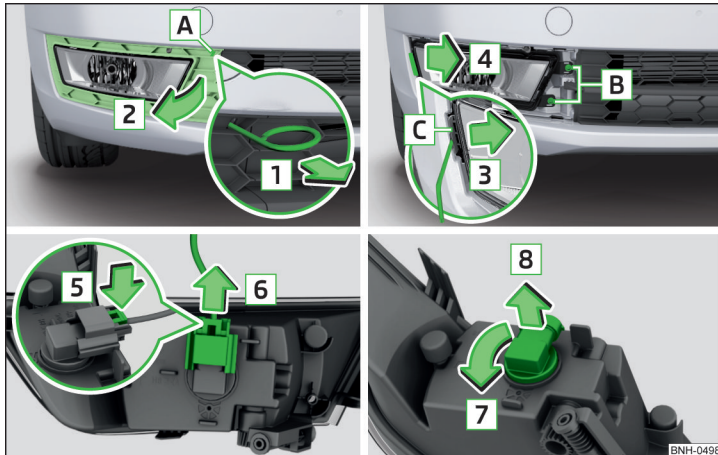

Abb. 193 Nebelscheinwerfer ausbauen / Glühlampe wechseln
- › In die Öffnung **A** » Abb. 193 den Bügel zum Abziehen der Radvollblenden » Seite 168, Bordwerkzeug einführen.
- › Den Nebelscheinwerfer entgegen der Pfeilrichtung **4** » Abb. 193 einsetzen und festschrauben.